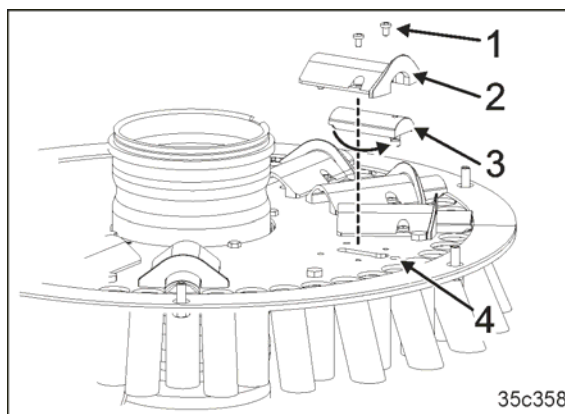

Bild 194
10. Lossa skruvarna (Bild 194/1).
11. Ta bort spjälltunneln (Bild 194/2).
12. Spjället (Bild 194/3) sitter fast i styrningen.
13. Vrid spjället (Bild 194/3) och sätt in det i hålet (Bild 194/4).
14. Skruva fast spjälltunneln (Bild 194/2) på grundplattan.